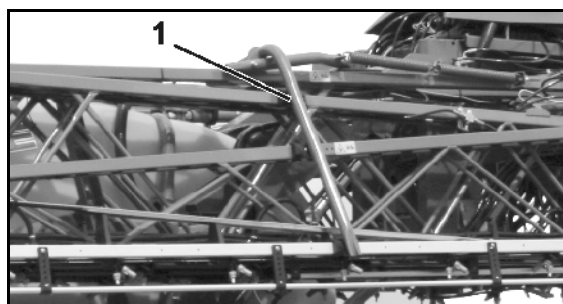

Fig. 8
- Bloqueio de transporte (Fig. 8/1) na armação **Super-L** contra uma articulação involuntária para fora